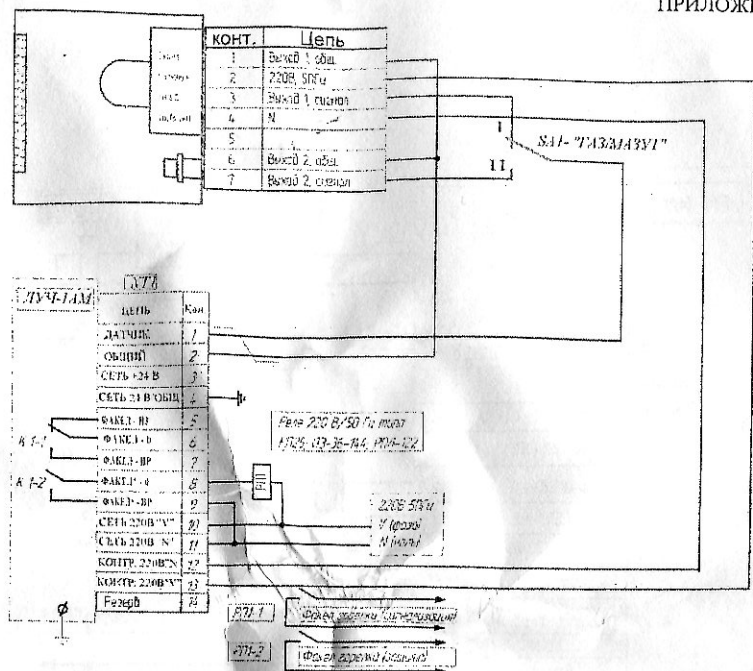
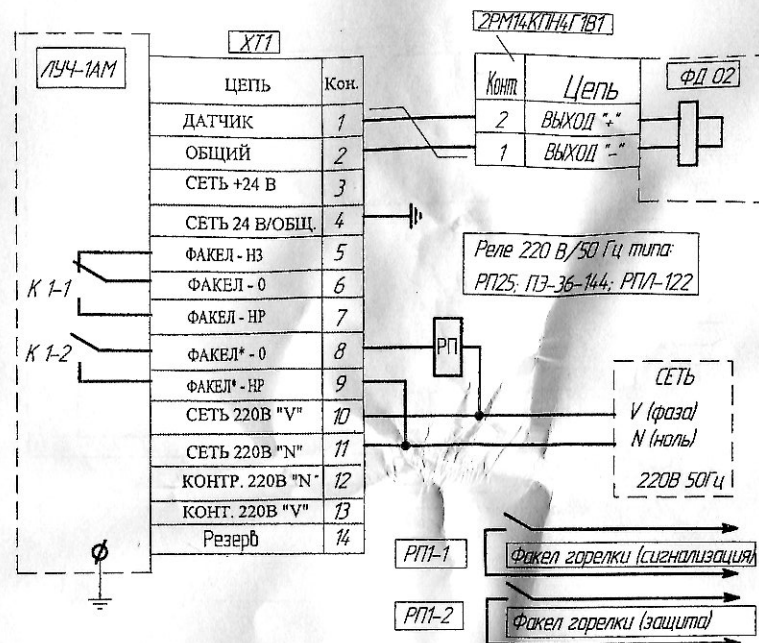

Рис.11. Типовая схема подключения сигнализатора ЛУЧ-1АМ для контроля комбинированной газо-мазутной горелки фотодатчиком ФД-05ГМ с переключением вида топлива.
Рис.10. Типовая схема подключения сигнализатора ЛУЧ-1АМ для контроля горелки фотодатчиком ФД-02.
2. При использовании фотодатчиков ФД-05ГМ для контроля факела газовой горелки и паро-мазутной форсунки рекомендуется использовать 2 сигнализатора ЛУЧ-1АМ. При использовании 1 прибора ЛУЧ-1АМ, необходимо переключение сигнальных выходов датчика ФД-05ГМ тумблером или реле (рис. 11).
ЛУЧ-1АМ. Типовая схема подключения с использованием фотодатчика ФД-02 приведена на рис.10, с фотодатчиком ФД-05ГМ – на рис.11.